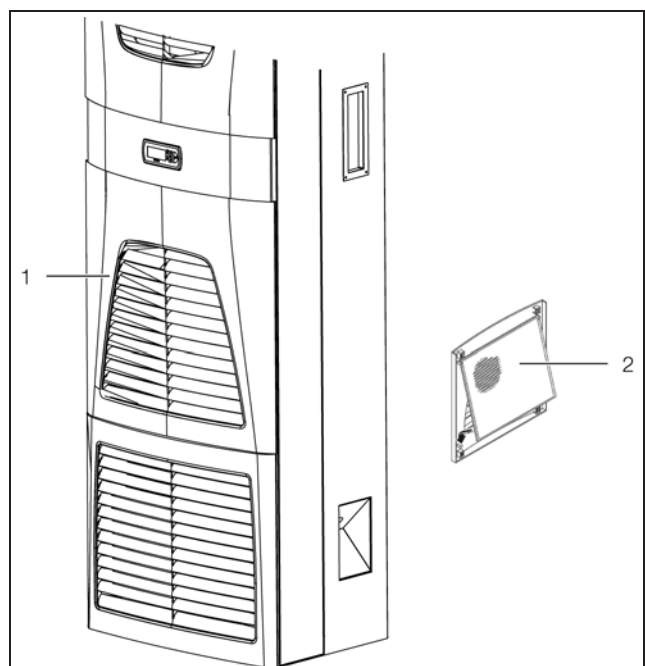

Abb. 51: Filtermatte einbauen (3360.100, 3360.250, 3360.470)
- Ziehen Sie das Lamellengitter für den Lufteinlass vom Gehäuse ab (Abb. 51, Pos. 1).
- Legen Sie die Filtermatte (Best.-Nr. 3286.410) in das Lamellengitter ein (Abb. 51, Pos. 2) und drücken Sie es wieder an das Gehäuse.